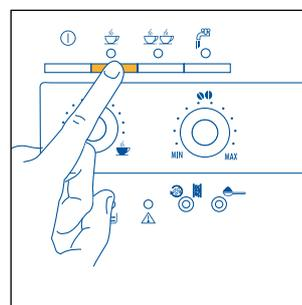
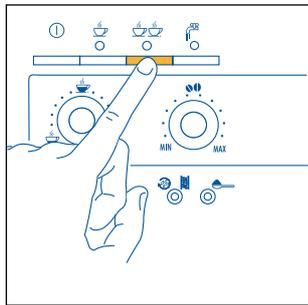

Fig. 12
Fig. 13
- 5) Prima a tecla  (fig. 12) se tiver optado por tirar um café ou a tecla  (fig. 13) se desejar tirar 2 cafés. A máquina mói, então, os grãos, efectua uma breve pré-infusão e, depois, completa a extracção do café para dentro da chávena.
NOTA 4: A extracção pode ser interrompida a qualquer momento, enquanto a máquina estiver a fazer o café, bastando para tal premir a tecla ☕ (fig. 12) ou ☕☕ (fig. 13) previamente seleccionada.
NOTA 5: Se, depois de terminada a extracção, desejar aumentar a quantidade de café que está na chávena, mantenha premida a tecla ☕ (fig. 12) ou ☕☕ (fig. 13) previamente seleccionada, até obter a quantidade desejada (esta operação deve ser executada no espaço de 3 segundos após o fim da extracção).